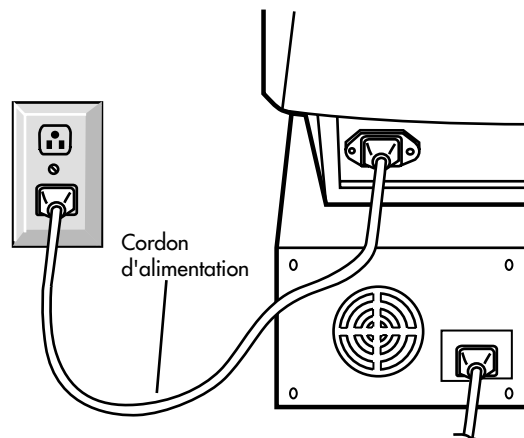

Figure C.1
5. Connecter une extrémité du cordon d'alimentation au moniteur AccuSync et l'autre extrémité à la prise de courant (**Figure C.1**).